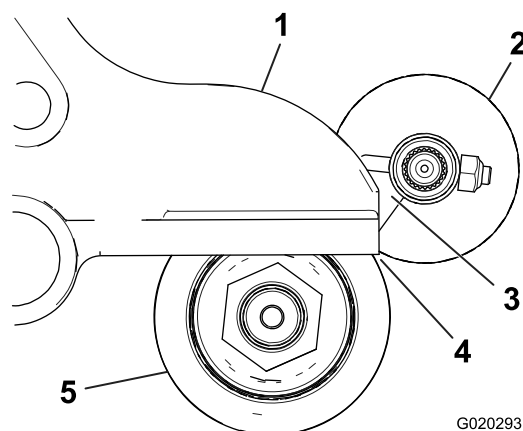

Figura 11
2. Coloque el cepillo de rodillo de manera que tenga un contacto ligero con el rodillo trasero (es decir, que apenas toque o descansa sobre el rodillo) (Figura 11).